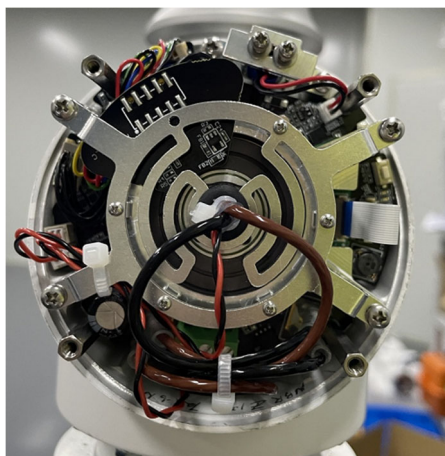

图3-10 重连电线
- 重新连接电线，之后用尼龙扎带扎好线束，如图 3-10 所示；